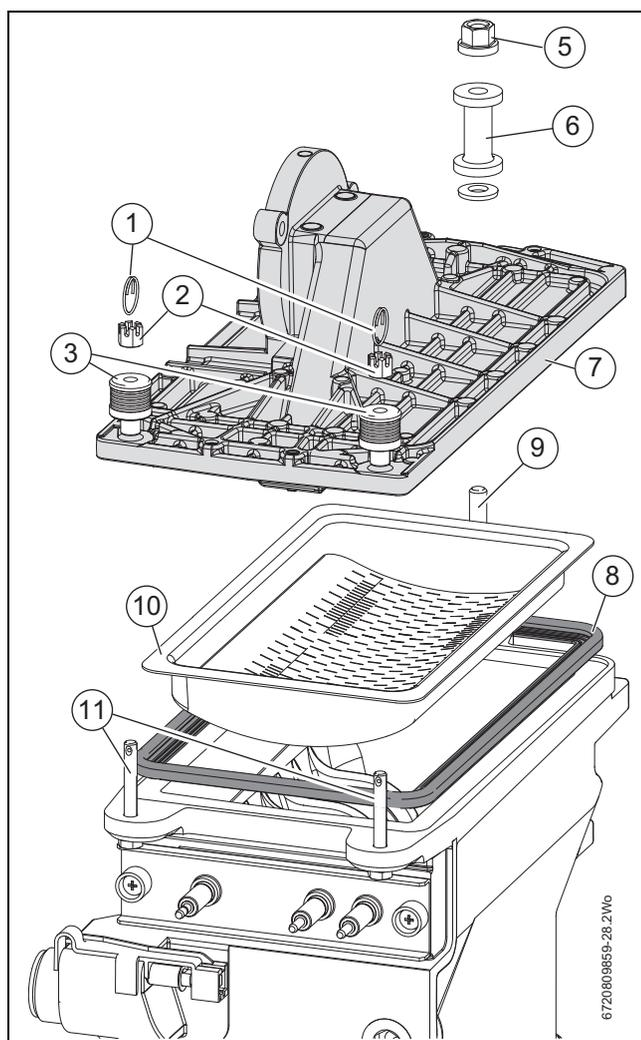

Fig. 58 Retirer le brûleur
- ▶ Monter les rondelles / le ressort [3] et l'écrou à créneaux [2], se référer à la fig. 58, sur les goujons filetés [11] pour fixer le couvercle du brûleur sur l'échangeur thermique.